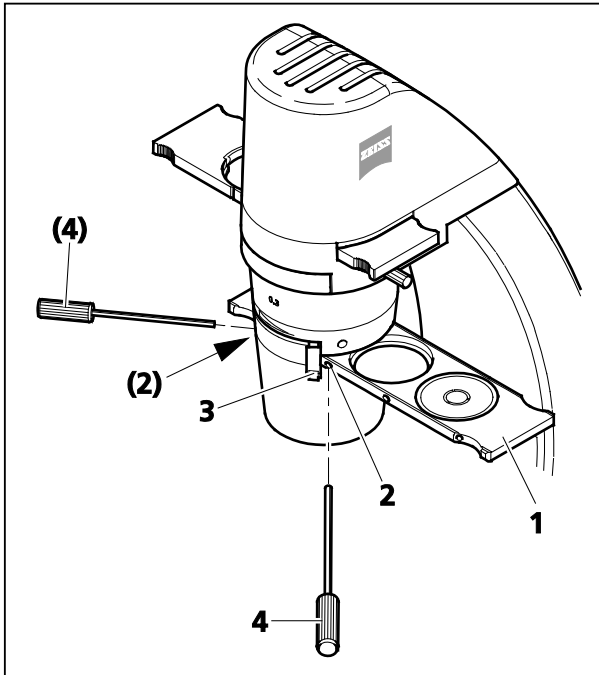
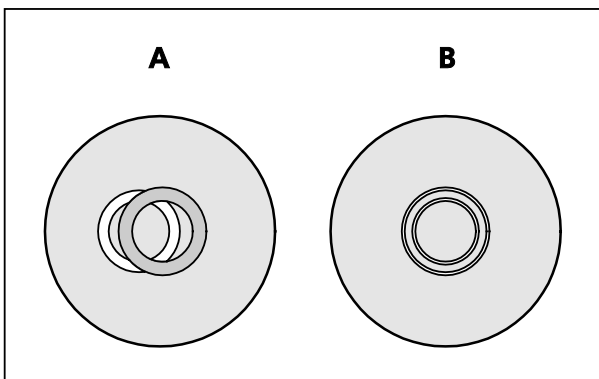

Bild 33 Schieber einsetzen
Bild 34 Ringblende zentrieren
- Aperturblende über den Hebel (Bild 33/3) am Kondensor vollständig öffnen.
- Schieber (Bild 33/1) mit der zum verwendeten Objektiv passenden Phasenblendenposition (Ph 0, Ph 1 oder Ph 2) am Kondensor in den Strahlengang einschieben, dabei auf korrekte Rastposition achten.
- Ringblenden-Zentrierung entsprechend der Darstellung im Bild 34 kontrollieren. Dazu ein Okular herausnehmen und durch den Diopter ersetzen.
- Wenn notwendig, Zentrierung der Ringblende (Bild 34/A) über die beiden Justierschrauben (Bild 33/2) der jeweiligen Schieberposition mit den beiden Innensechskantschlüsseln SW 1,5 (Bild 33/4) vornehmen, bis die Darstellung Bild 34/B entspricht.